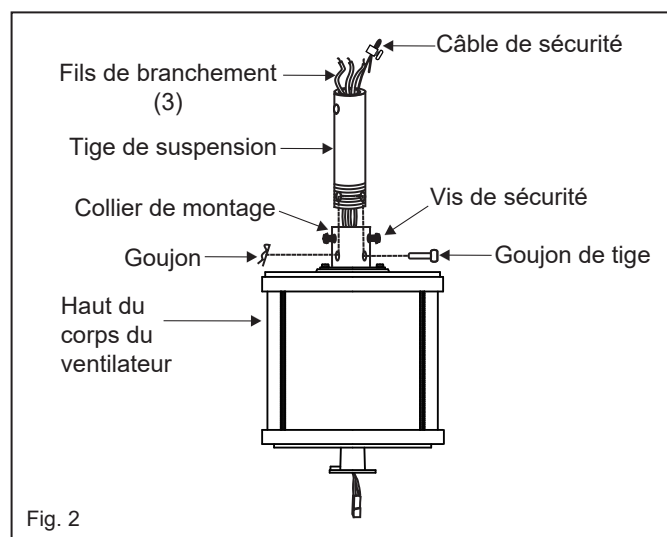

Fig. 2
- 3 Desserrez les deux vis de sécurité et retirez la goupille de la tige de suspension et le clip de retenue de l'accouplement sur le dessus de l'ensemble moteur. (Fig. 2)
2. Effectuez les connexions des câbles entre le ventilateur et le récepteur. Pour cette étape utilisez le faisceau de 5 fils sur le récepteur. (Fig. 2)